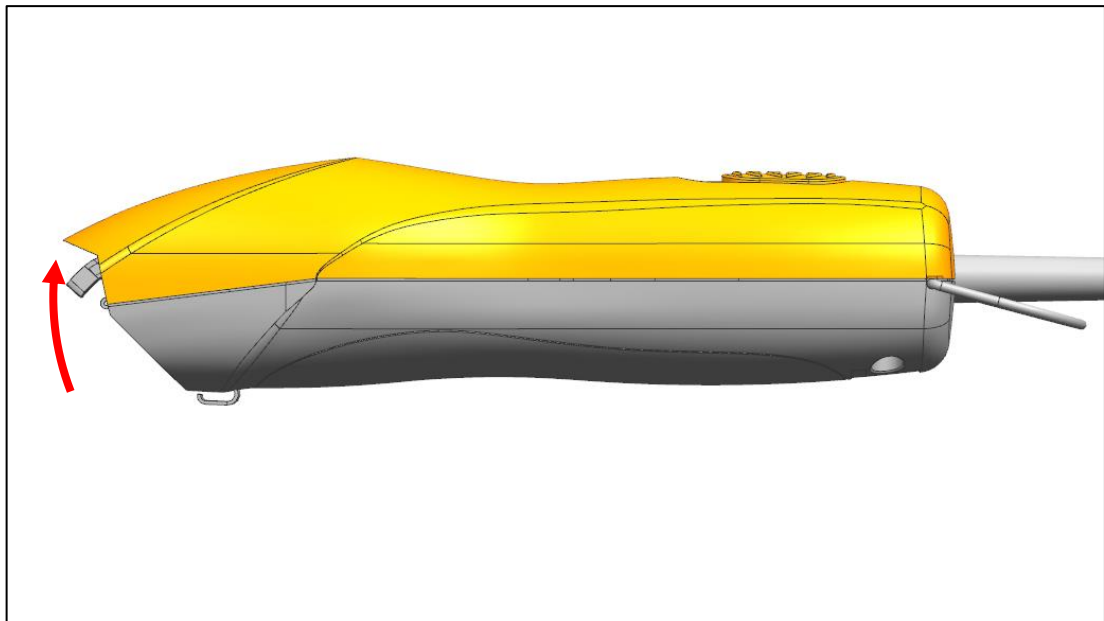

Abb. 6
- b) Öffnen sie das Gehäuse, indem Sie das Gehäuseoberteil zuerst im vorderen Bereich anheben um dieses dann komplett abzunehmen (Abb. 6).